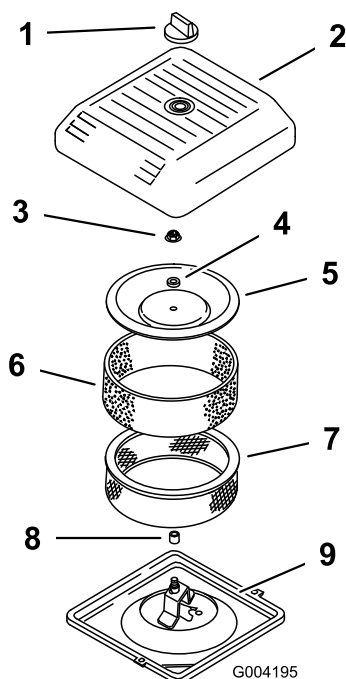

図 18
2. エアクリーナのカバーを固定しているノブを外し、カバーを取り出す(図 18)。
3. ペーパー・エレメントについているスポンジ・エレメントを注意深く外す(図 18)。
4. カバーナットを外し、カバー、スペーサ、ペーパー・エレメントを外す(図 18)。
2. エアクリーナのベースにエアクリーナ・アセンブリを取り付ける(図 18)。
3. カバーとスペーサを元どおりに取り付け、ナットで固定する(図 18)。ナットを 241.30 cm-lb (1.0 kg.m) にトルク締めする。
4. エアクリーナのカバーを元通りに取り付け、ノブで固定する(図 18)。